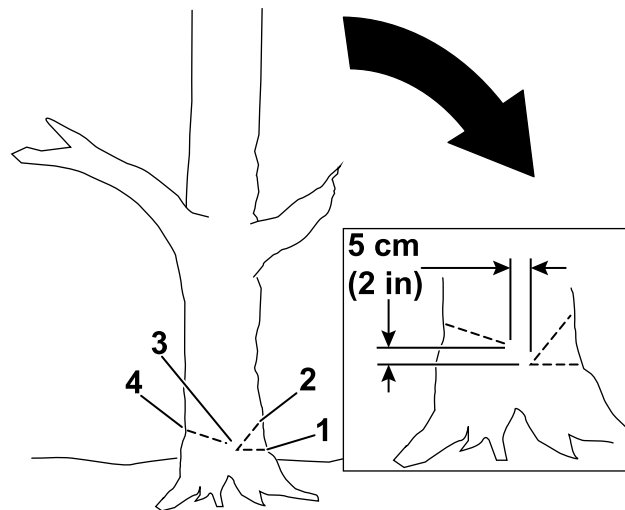

Figure 17
- Commencez par couper le tiers du diamètre de l'arbre, du côté où vous voulez qu'il tombe (Figure 17).
- Faites une deuxième coupe oblique pour former une encoche, en commençant au moins 5 cm (2 po) au-dessus de la première coupe (Figure 17).
- Faites le trait d'abattage du côté opposé à l'encoche et environ 5 cm (2 po) plus haut que le bas de l'encoche, comme montré à la Figure 17.
**Important:** Arrêtez la troisième coupe 2,5 à 5 cm (1 à 2 po) avant l'encoche pour former une charnière entre les coupes (Figure 17), ce qui empêche l'arbre de tomber dans la mauvaise direction ou de pivoter dans sa chute.
**Remarque:** Quand le trait d'abattage approche de la charnière (Figure 17), l'arbre devrait commencer à tomber.